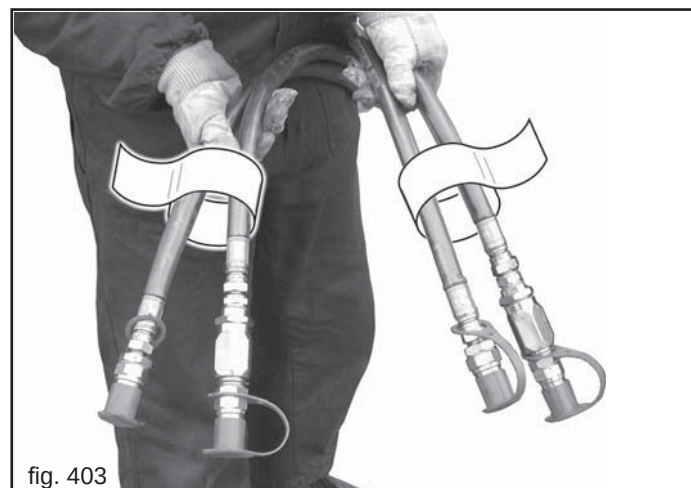

fig. 403
- 4) Collegare correttamente i tubi oleodinamici ai distributori del trattore seguendo l'indicazione riportata su ogni tubo (Fig. 403).